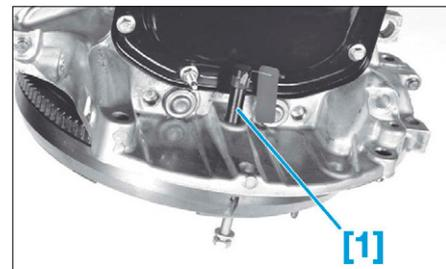
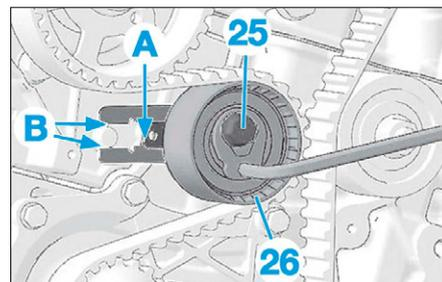

FIG. 6
FIG. 12
- Bloquer le vilebrequin à l'aide de la pige [1] (Fig.6).
- l'outil [1] (Fig.6),
- le capteur de régime moteur (22),
- l'équerre antidécalage (23).
- Amener l'index (A) au centre de l'intervalle (B) en tournant le tendeur dans le sens antihoraire (Fig.12).
- Vérifier le positionnement de l'index (A) (Fig.12).
- Si l'index (A) n'est pas centré dans l'intervalle [B] reprendre l'opération de tension.
- Reposer l'outil [1] (Fig.6).